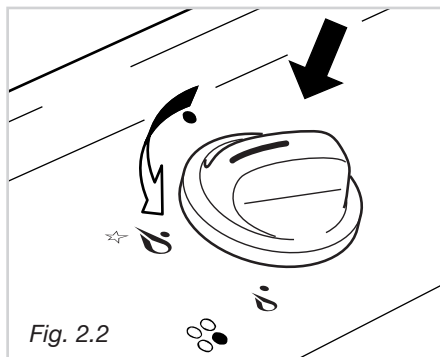

Fig. 2.2
- 1 – Ruotare la manopola del rubinetto gas in senso antiorario (fig. 2.2), fino alla portata massima (fiamma grande), premerla e mantenere la pressione, si otterrà l'attivazione dell'accensione. In caso di mancanza di corrente elettrica avvicinare una fiamma al bruciatore.